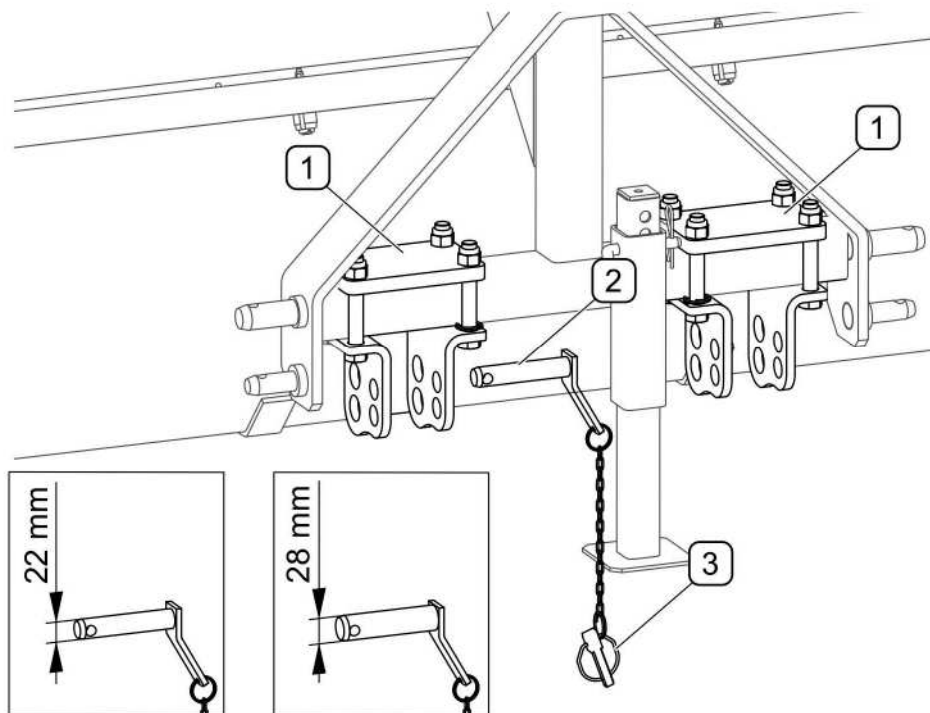

ABB. 4.2A Aufhängungspunkte der Kategorie I schmal bei Verwendung der Verstellzapfen (Option)
(1) - Verstellzapfen; (2) - Bolzen; (3) - Sicherungssplint
Wahlweise können am Rahmen der Kehrmaschinenaufhängung die *Verstellzapfen* (1) sowie die *Bolzen* (Abb. 4.2A) montiert werden. Für die Verstellzapfen müssen Bolzen verwendet werden, die zu den Öffnungen in den Lenkern der Dreipunkthydraulik des Schleppers passen.